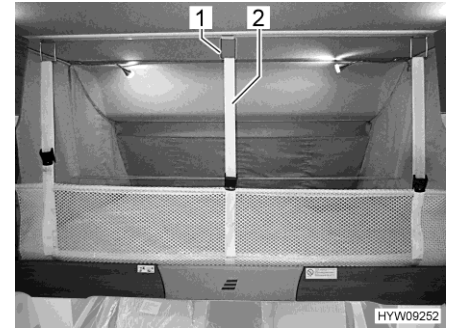

Bild 99 Sicherungsnetz (Hubbett)
- Sicherungsgurte (Bild 99,2) lösen und Sicherungsnetz unter die Matratze legen.
- Die Sicherungsgurte (Bild 99,2) in die Haken (Bild 99,1) an der Decke einhängen.